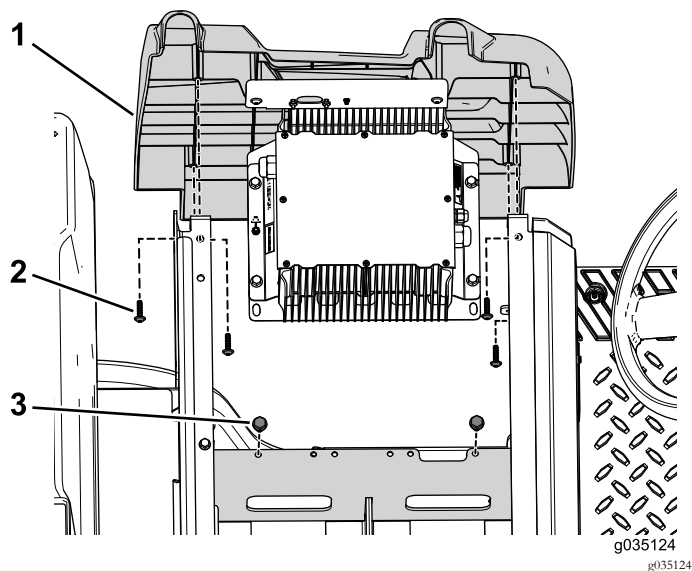

図 56
4. チャージャブラケットをバッテリートレイに固定しているボルト2本を外す 図 56。
5. 左サイドカバーを車両に固定しているタッピングねじ4本を外す 図 56。